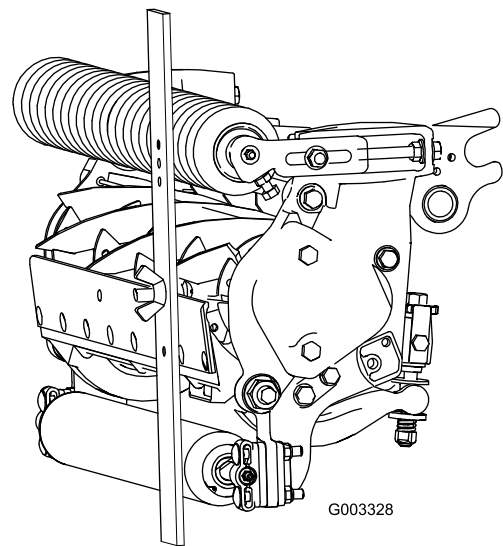

Figura 18
- 3. Enganche la cabeza del tornillo sobre el filo de la contracuchilla y apoye el extremo trasero de la barra sobre el rodillo trasero (Figura 18).
- 4. Gire el tornillo de ajuste hasta que el rodillo delantero entre en contacto con la barra de ajuste (Figura 18). Ajuste ambos extremos del rodillo hasta que el rodillo esté paralelo a la contracuchilla en toda su longitud.